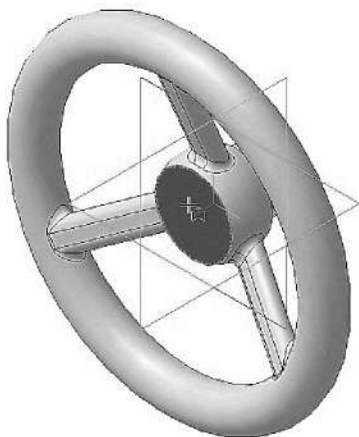
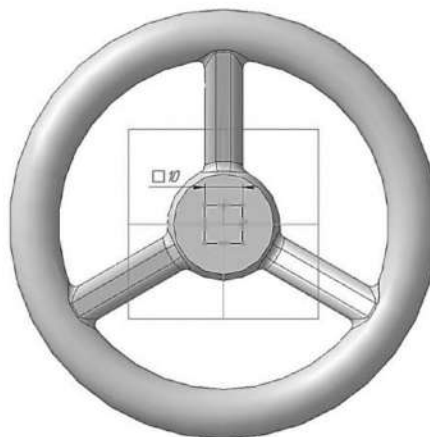
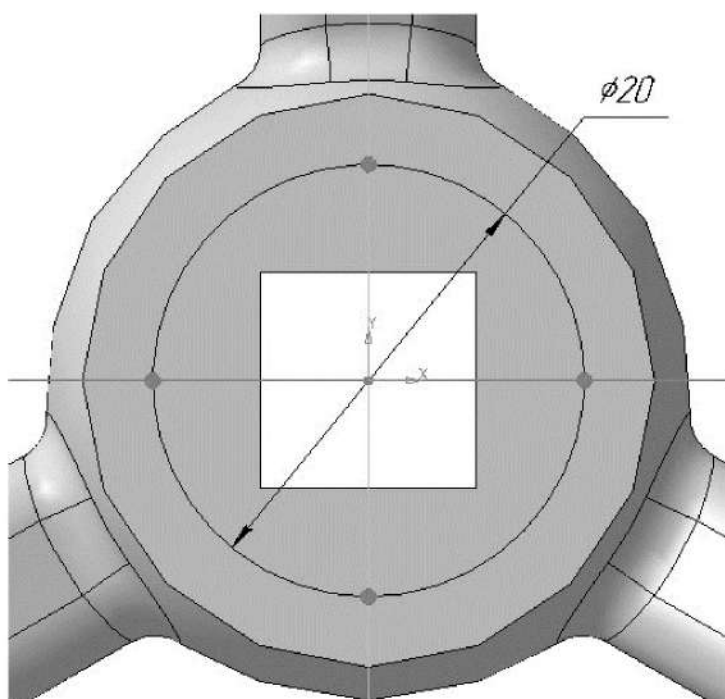
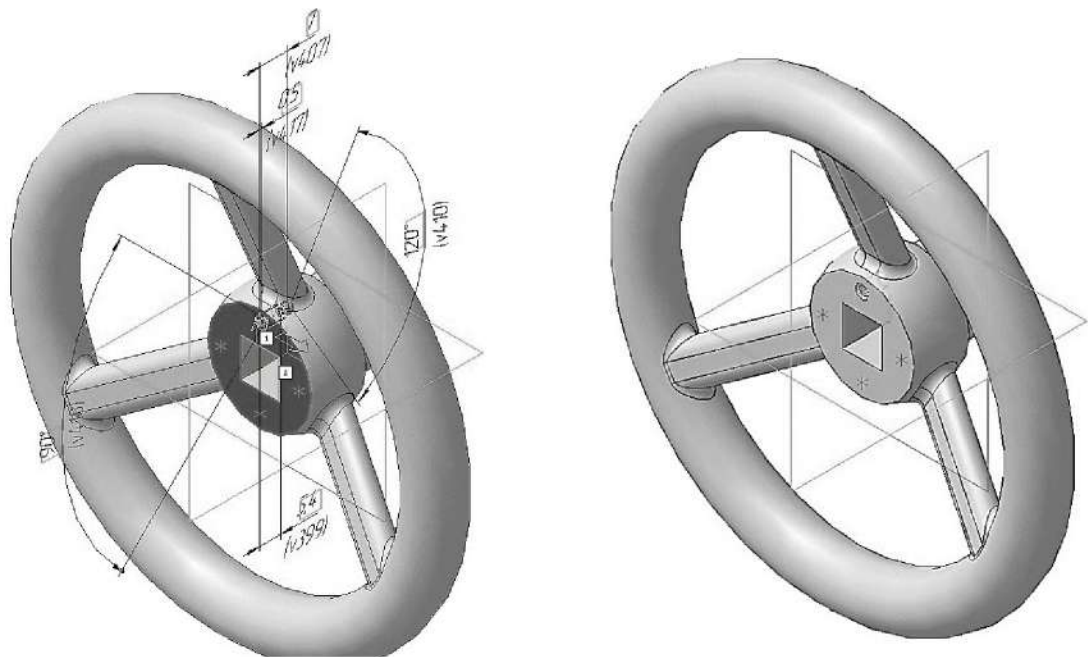

Рисунок 1.63. Выбор грани для построения в ней эскиза
Рисунок 1.64. Построение эскиза
Рисунок 1.66. Построение Эскиза:6
Рисунок 1.68. Построение отверстия с зенковкой и резьбой:
Укажите переднюю грань основания детали (рисунок 1.63) и нажмите кнопку **Эскиз**  на панели **Текущее состояние**. Вычертите квадрат 10×10 мм, центр которого должен располагаться в начале координат, (рисунок 1.64).
Укажите переднюю грань основания детали (рисунок 1.63) и нажмите кнопку **Эскиз** на панели **Текущее состояние**. Вычертите окружность, центр которой должен располагаться в начале координат, диаметром 20 мм (рисунок 1.66). Построенная окружность будет являться расстоянием, на котором будут располагаться центра проектируемых отверстий.
На построенной окружности поставьте точки согласно рисунок 1.66. В дальнейшем через данную точку будет проходить центр проектируемого отверстия. После нанесения точки, построенную ранее, окружность можно удалить.
- Укажите переднюю грань основания детали (рисунок 1.64) для построения отверстия. Фантом отверстия с текущими параметрами появится в окне документа (рисунок 1.68). Центр отверстия по умолчанию располагается в точке начала координат эскиза, в котором создается отверстие. Чтобы разместить отверстие в другом месте, укажите верхнюю точку в **Эскизе:7**;
Нажмите кнопку **Создать объект**  на Панели специального управления – система построит глухое отверстие в детали (рисунок 1.68 а, б). В Дереве модели появится строка **Отверстие:1**.